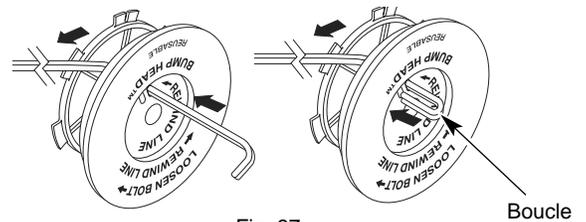

Fig. 37
- Tome aproximadamente 3 m (10 pies) de nueva l'nea de corte. Inserte un extremo de la l'nea a travēs de uno de los orificios del carrete interior (Fig. 37). Pase la l'nea a travēs del carrete interior hasta que queden s—lo 4 pulgadas fuera.
- Inserte el extremo de la l'nea en el orificio abierto del carrete interior y tire de la l'nea en forma ajustada a fin de que el lazo sea lo mās peque—o posible (Fig. 37).